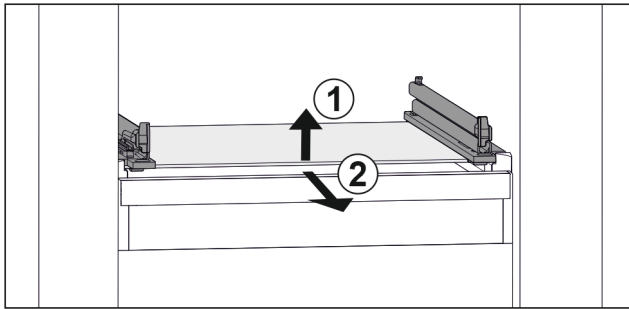

Fig. 133 Exemple de représentation de la tablette en verre
- Soulever la tablette en verre par l'avant. Fig. 133 (1)
- Retirer la tablette en verre par l'avant. Fig. 133 (2)